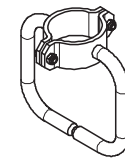

Fig. A4.01
* Fissare la maniglia (Art. n° 113397 – Fig. A4.01) al puntello.